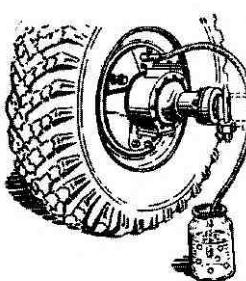

Рис. 60. Удаление воздуха из гидропривода тормозов автомобиля ГАЗ-66-II
9. Прокачать колесные цилиндры тормозов (рис. 60 и 61), выполнив работы, указанные в пп. 3—7, в следующей очередности: